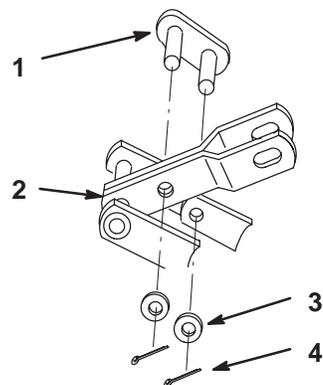

Figure 2
3. Monter la liaison entre le support du plateau et le bras porteur de relevage (Fig. 2).
4. Fixer la liaison à l'aide de rondelles de 12,7 mm (1/2") et de goupilles fendues de 26 mm (1") (Fig. 2).